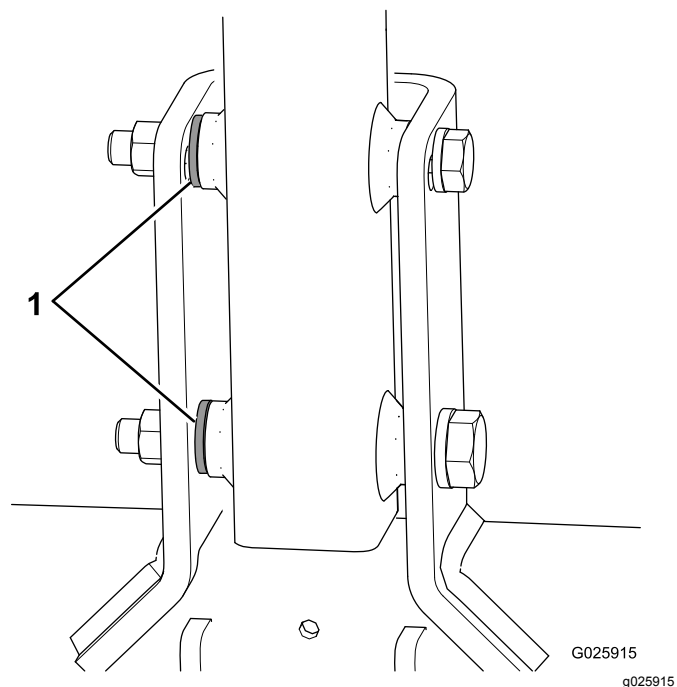

图 6
- 如果您的机器每个螺栓都随附第 3 个垫圈请把这些垫圈用作挂钩与挂钩枢轴支架之间的隔片图 6。